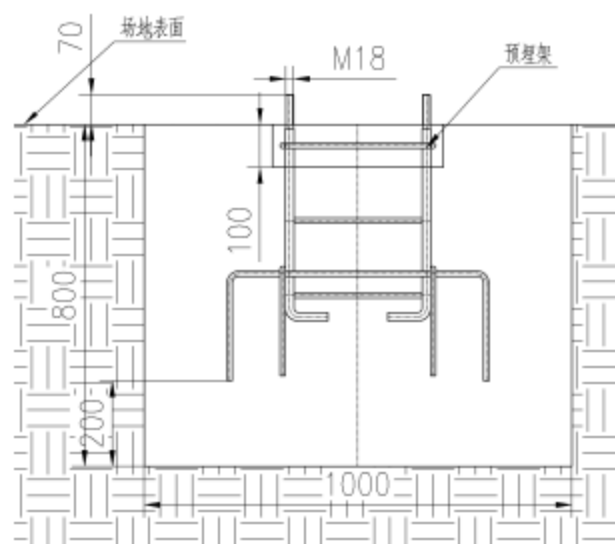

图4
- 3) 将预埋架放入混凝土基坑中（如图4），保证预埋架与场地表面垂直，预埋架埋入尺寸如图4所示；（注：注意器材的安装方向由预埋架的放置。